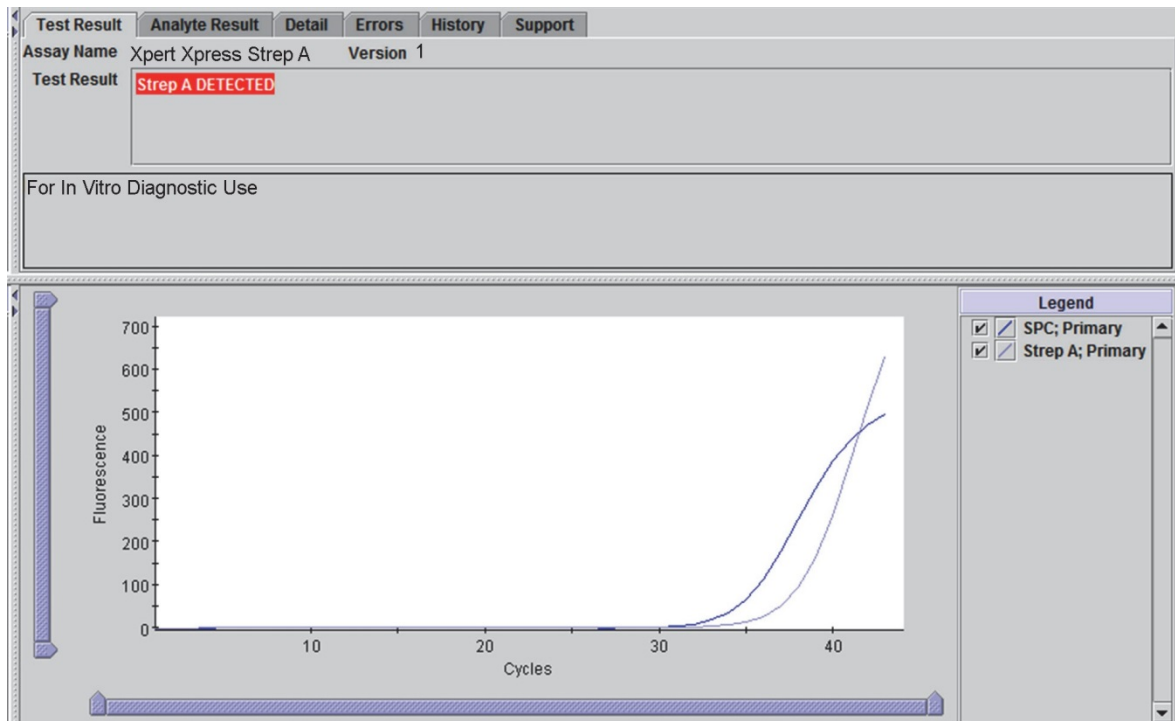

Abbildung 7. Beispiel für das Testergebnis „Strep A ERMITTELT (Strep A DETECTED)“, d. h. Strep A positiv
Strep A ERMITTELT (Strep A DETECTED) (Vgl. Abbildung 6 und Abbildung 7)	Strep-A-Ziel-DNA nachgewiesen. <ul style="list-style-type: none"> <li>• Der Strep-A-Ct-Wert liegt im gültigen Bereich.</li> <li>• SPC – KA (NA) (keine Angabe); das SPC-Signal gehört nicht zum Algorithmus der Ergebnisinterpretation, wenn Strep A nachgewiesen wird, da das SPC-Signal aufgrund der Konkurrenz mit Strep A eventuell unterdrückt wird.</li> <li>• PCC – BEST. (PASS); alle Sondenprüfungsergebnisse waren erfolgreich.</li> </ul>